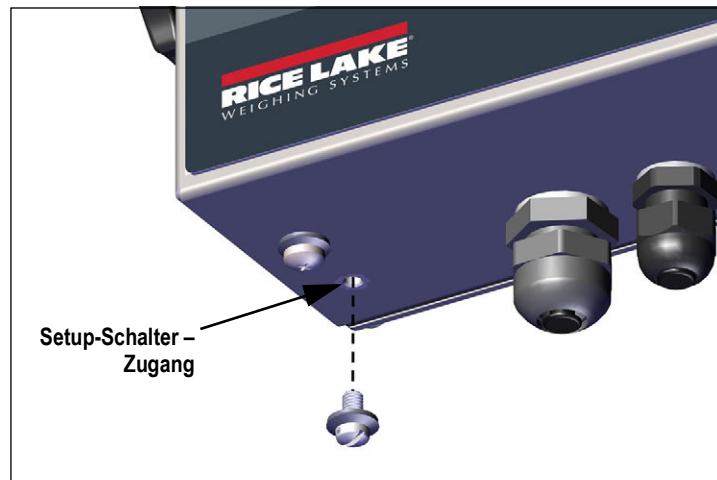

Abbildung 4-1. Setup-Schalter – Zugang
1. Durch Drücken des Setup-Schalters auf den Einrichtungsmodus zugreifen (Abbildung 4-1 auf Seite 34). $\square \square \square F_1 \square$ wird angezeigt.